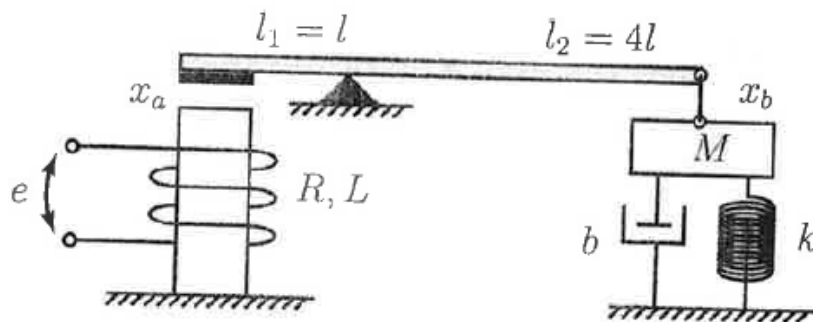

Figura 2: Atuador Eletromecânico.
2. Um atuador eletromecânico está esquematizado na figura 2. A bobina, tem enrolamento que possui resistência R e indutância L . A força magnética produzida na bobina e que atua na barra é dada por: